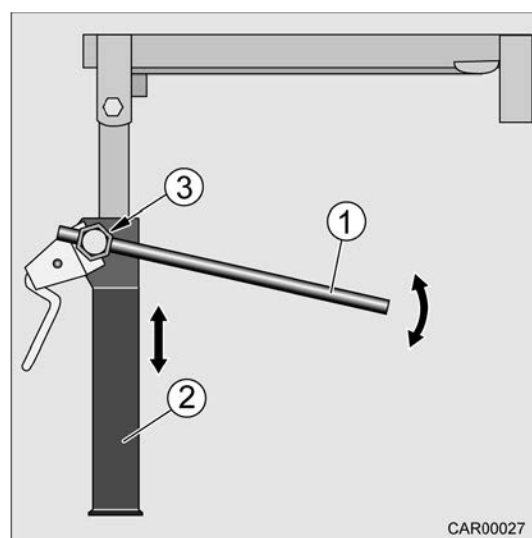

Fig. 38 Béquille arrière à manivelle châssis Fiat
5. Placer la clé à douille (Fig. 38/1) sur l'écrou hexagonal (Fig. 38/3).
6. Déplacer la béquille arrière à manivelle (Fig. 38/2) avec la clé à douille (Fig. 38/1) vers le bas jusqu'à ce qu'elle soit complètement en contact avec le sol.
1. Placer la clé à douille (Fig. 38/1) sur l'écrou hexagonal (Fig. 38/3).
2. Déplacer la béquille arrière à manivelle (Fig. 38/2) avec la clé à douille (Fig. 38/1) vers le haut jusqu'à ce qu'elle ne touche plus le sol.
3. Enlever la clé à douille (Fig. 38/1) de l'écrou hexagonal (Fig. 38/3).